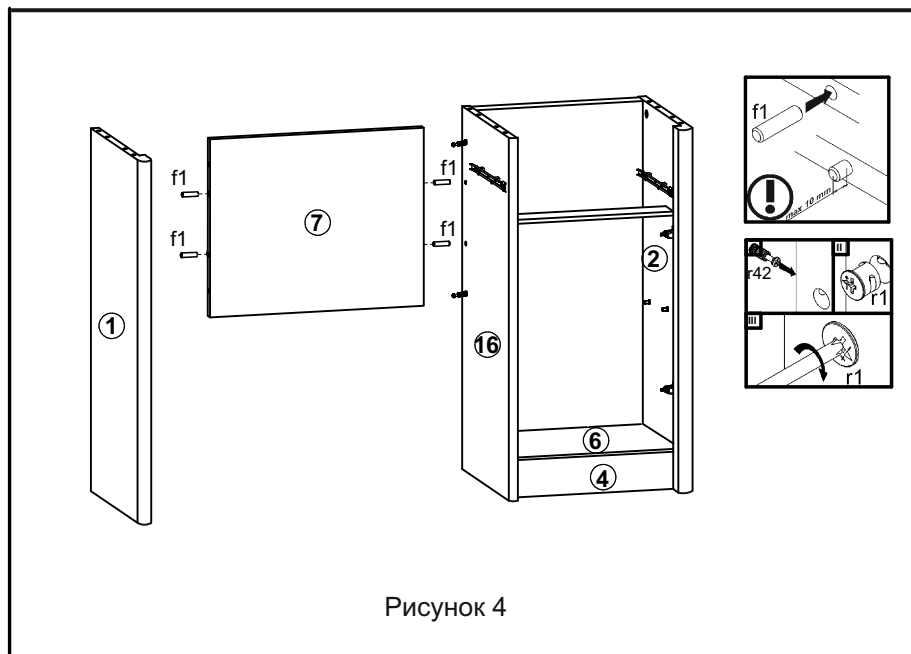

Рисунок 4
12. Соединить детали **1, 7, 16** с помощью шкантов **f1** и стяжек эксцентриковых **r42**, пользуясь отверткой (см. рис. 4).